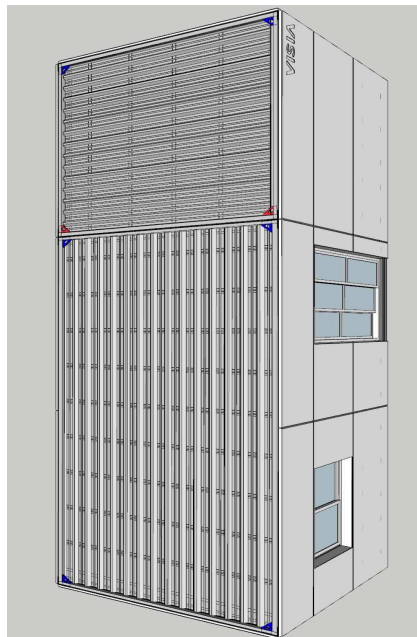

Figura 02- Içamento por cabos de aço
a) Deve-se atentar ao içamento, sempre ancorado nos 6 pontos (4 nos cantos e 2 intermediários) , conforme Figura 02;